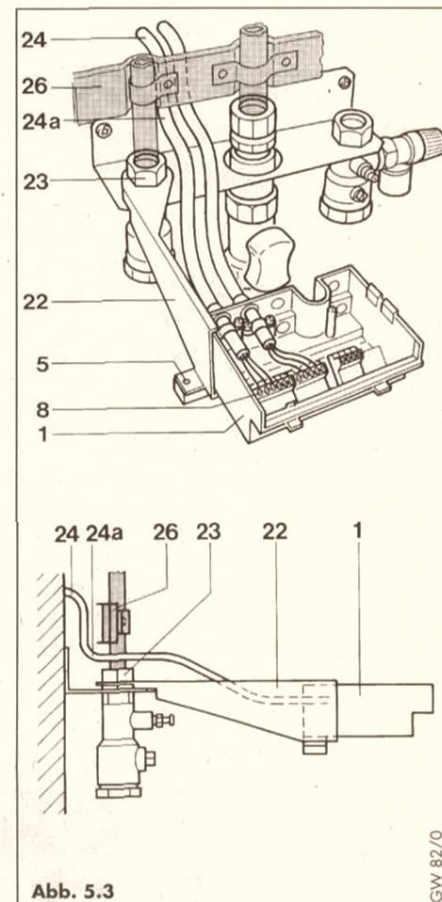

Abb. 5.3
- Abstandshalter (22) am Wartungshahn (23) befestigen (Abb. 5.3).
- Anschlußkasten (1) mit Schraube (5) am Abstandshalter befestigen.
- Anschlußleitungen (24) auf ca. 50 cm Länge ab Wandauslaß zuschneiden und abisolieren.
- Anschlußleitungen mit einer Schleife (24a) gemäß Abbildung 5.3 verlegen.
- Schleife (24a) ist erforderlich, damit die anschließende Geräteinstallation nicht durch die Gerätetraverse (26) behindert wird.
- Anschlußverdrahtung an Klemmleiste (8) gemäß Anschlußschema vornehmen.